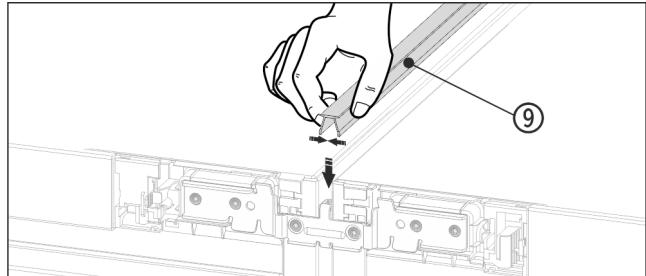

*Fig. 20 Beispielhafte Darstellung*
- Den Winkel Fig. 20 (8) erneut mit den Aussparungen über die Aufnahme für die Wandabstandshalter schieben.
- Mit 2 Schrauben Fig. 20 (5) fest anschrauben.